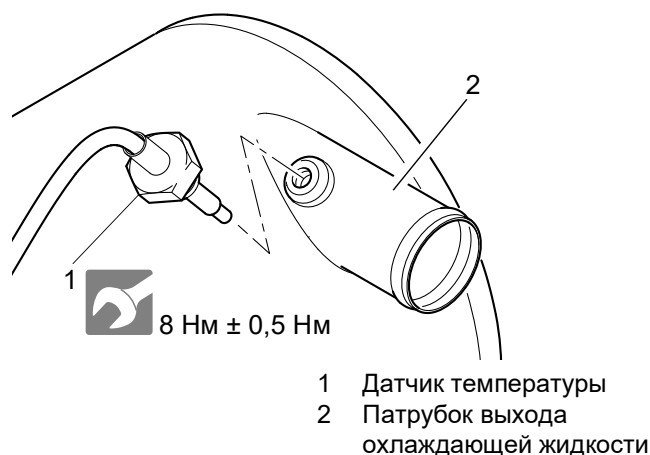

Рис. 802 Демонтаж и установка датчика температуры
3. Вывинтить и снять датчик температуры (1, Рис. 802). Собрать вытекшую охлаждающую жидкость.
1. Ввинтить вручную датчик температуры (1, Рис. 802) в патрубок выхода охлаждающей жидкости (2).